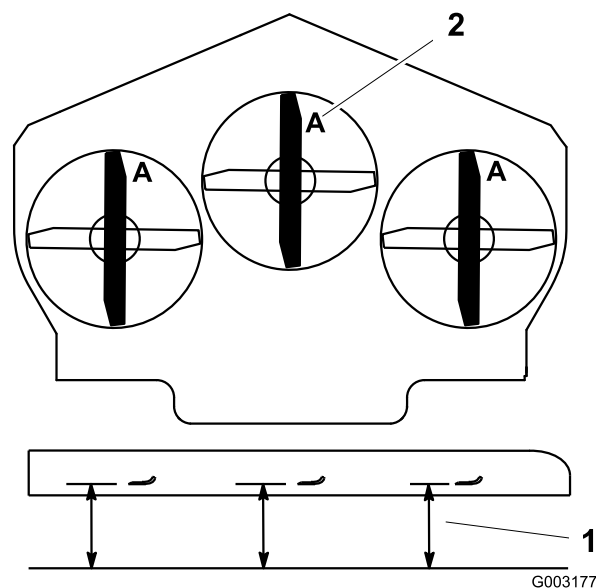

Figure 79
3. Tournez les lames dans le sens longitudinal (Figure 79). Mesurez la distance entre la surface plane et le tranchant (position A) des lames (Figure 79). Notez cette valeur.